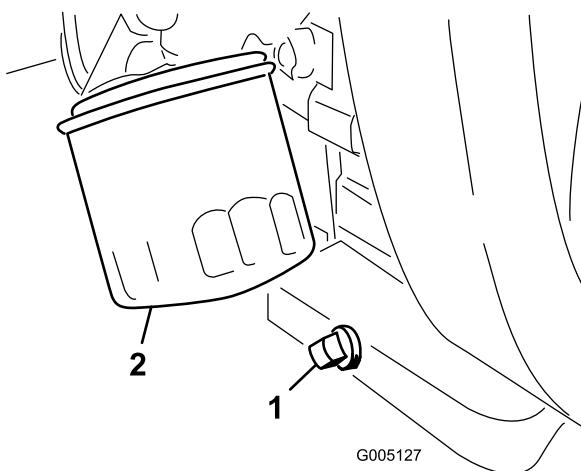

Figura 33
1. Togliete il tappo di spurgo (Figura 33) e lasciate defluire l'olio in una bacinella.
2. Pulite i filetti del tappo di spурго, applicate sigillante PTFE e montate il tappo di spурго (Figura 33).
3. Togliete il filtro dell'olio (Figura 33).